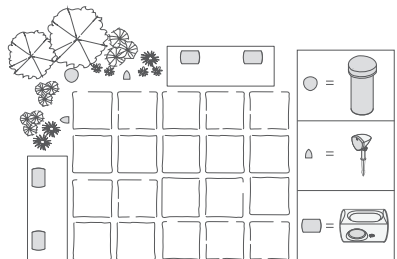

Figure 3
- Associé aux enceintes à pose sous le toit d'extérieur de la série AW Definitive Technology (voir Figure 3)